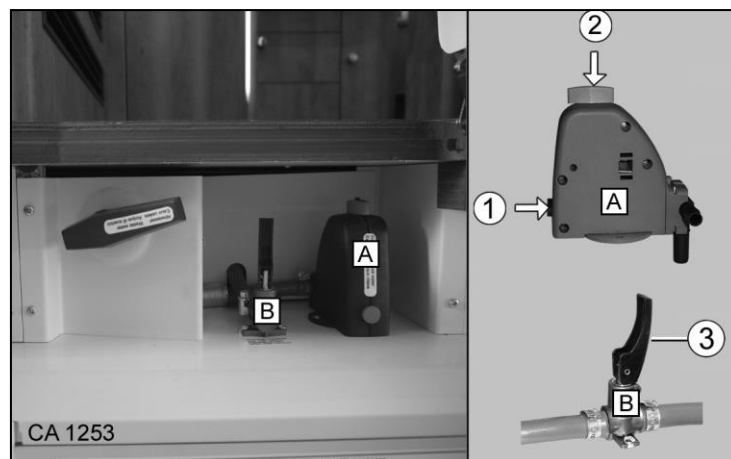

Fig. 141 Robinet de vidange (A) Chauffe-eau/robinet de vidange (B) Circuit hydraulique
- Placer le culbuteur (Fig. 141/3) du robinet de vidange (Fig. 141/B) uniquement horizontalement ou verticalement. Ne pas le tordre ! Le fait de tordre le culbuteur risque d'endommager le robinet de vidange et va le rendre non étanche. En cas de non-respect, la garantie Carthago prend fin.
1. Fermer le robinet de vidange (Fig. 141/A). Appuyer sur le bouton (Fig. 141/1) et verrouiller le bouton rotatif (Fig. 141/2).
2. Fermer le robinet de vidange (Fig. 141/B). Pour cela, placer les culbuteurs (Fig. 141/3) horizontalement.
- Pour l'équipement spécial Chauffage Alde, deux robinets de vidange (Fig. 141/B) sont installés au lieu des robinets de vidange (Fig. 141/A et B). Sur les deux robinets de vidange (Fig. 141/B), placer le culbuteur (Fig. 141/3) horizontalement.